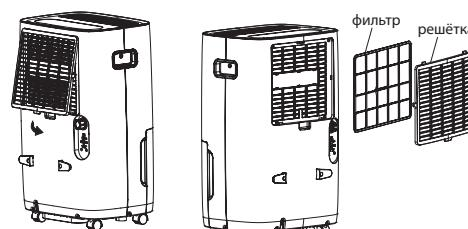

Рис. 7
- Извлеките воздушный фильтр (рис. 7)